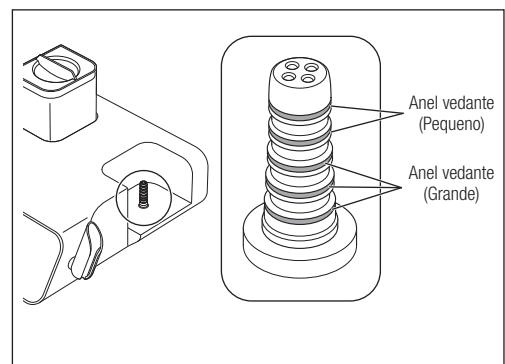

Fig. 47
- 1) Retire os anéis vedantes do conector na base da câmara utilizando uma agulha, etc. (Fig. 47).
CUIDADO • Uma vez que o tamanho dos anéis vedantes é diferente, certifique-se de que os substitui na localização certa (Fig. 47).